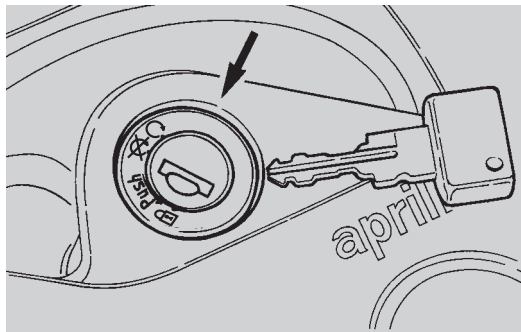

Fig. 26
- positionner l'interrupteur d'allumage sur "⊗" (Fig. 26);